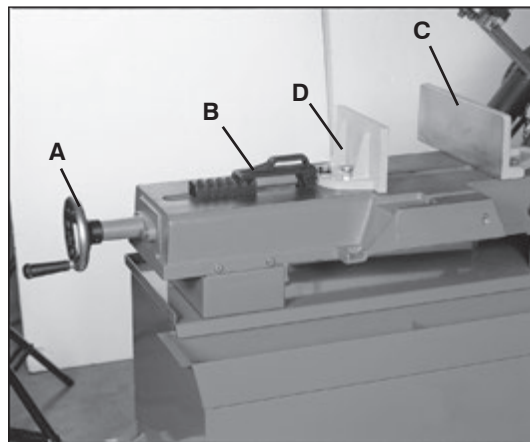

Fig. 10
1. Tournez le volant de l'étau (A, Fig. 10) d'un demi-tour dans le sens contraire des aiguilles d'une montre.
2. Déplacez le bloc à crémaillère (B, Fig. 10) à la position voulue en le faisant glisser le long du banc. Placez le bloc à crémaillère sur la crémaillère.
1. Desserrez les boulons et déplacez la mâchoire de l'étau (C, Fig. 10) à la position voulue.
3. Réglez l'étau mobile parallèlement à l'étau fixe en desserrant le boulon (D, Fig. 10), en réglant le parallélisme et en resserrant le boulon.